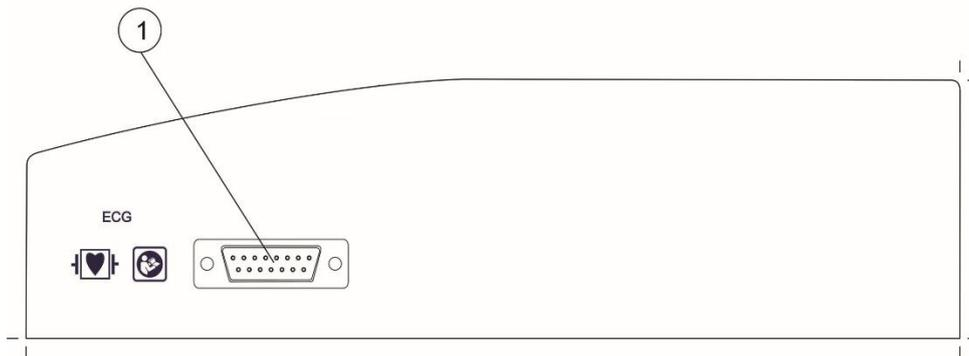

Fig. III. 1.3 – Painel Lateral
1. Conectar o *cabo de paciente* que acompanha o *equipamento* (cód. T2-1-053-510) no conector apropriado, localizado no painel lateral do *eletrocardiógrafo* (1 – fig. III. 1.3). Para isso, encaixar o conector do *cabo de paciente* no painel lateral (o conector é polarizado), e girar a parte plástica do mesmo no sentido horário para fixá-lo.